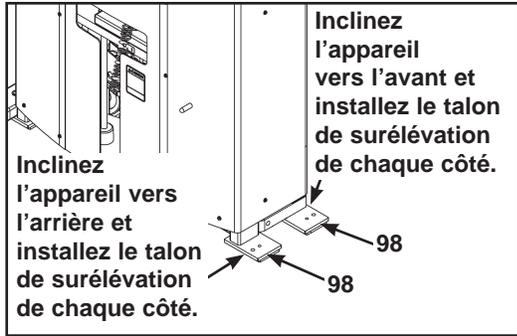

Figure 3
3. Installation des talons de surélévation sur le châssis (reportez-vous aux étapes 3A à 2E et à la figure 3).
- B. Inclinez avec précaution le FT-360S vers l'avant (30 degrés maximum) ou juste assez pour installer les talons de surélévation. Reportez-vous à la figure 3 de la page suivante.
- C. Tandis qu'une personne maintient le FT-360S incliné, enlevez l'endos de deux des talons de surélévation et installez les talons 3 x 5 (n° 98) sur le châssis tel qu'illustré à la figure 3, puis abaissez avec précaution le FT-360S.